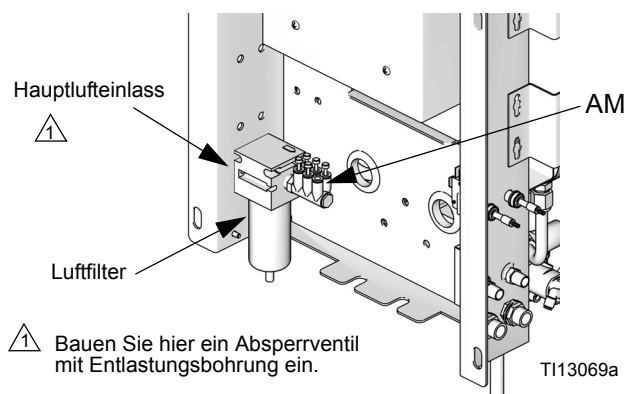
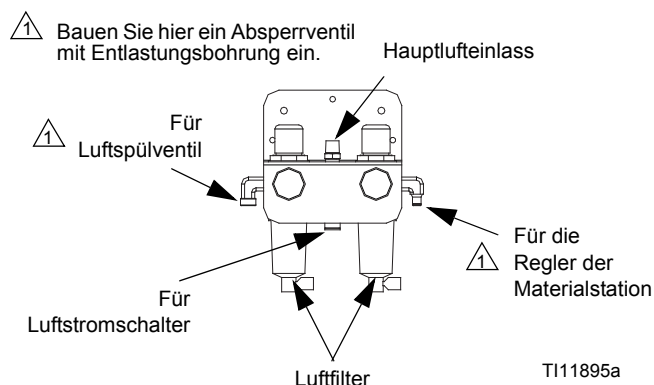

ABB. 7. Luftzufuhreinlass bei Wandmontage
ABB. 8. Luftzufuhrregelung für den RoboMix
2. Bauen Sie in den Steuerluftfiltereinlass an der wandmontierten Materialstation ein Absperrventil mit Entlastungsbohrung ein. Siehe ABB. 7 für wandmontierte Systeme und ABB. 8 für RoboMix-Systeme.
Verwenden Sie für das Luftspülventil (APV) eine separate Spülluftzufuhrleitung. Verbinden Sie das Luftspülventil nicht mit der Hauptluftversorgung der Einheit oder mit dem Luftverteiler (AM, ABB. 7), um eine Kontaminierung der Magnetventile, der Luftlogikleitungen, der Hauptluftversorgung des Geräts für den Fall, dass das Luftspülventil (APV) und das Rückschlagventil (CV) ausfallen, zu vermeiden.